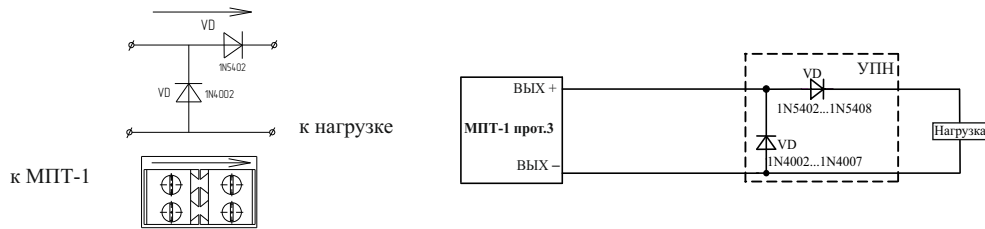

Рисунок 3
5.17 Для обеспечения контроля целостности выходных цепей в разрыв выходной цепи непосредственно к нагрузке должно быть подключено устройство подключения нагрузки (далее – УПН) (Рисунок 3). Стрелка на корпусе УПН направлена к клемме подключения нагрузки. Контроль осуществляется измерением токов, протекающих через диоды, входящие в состав УПН.